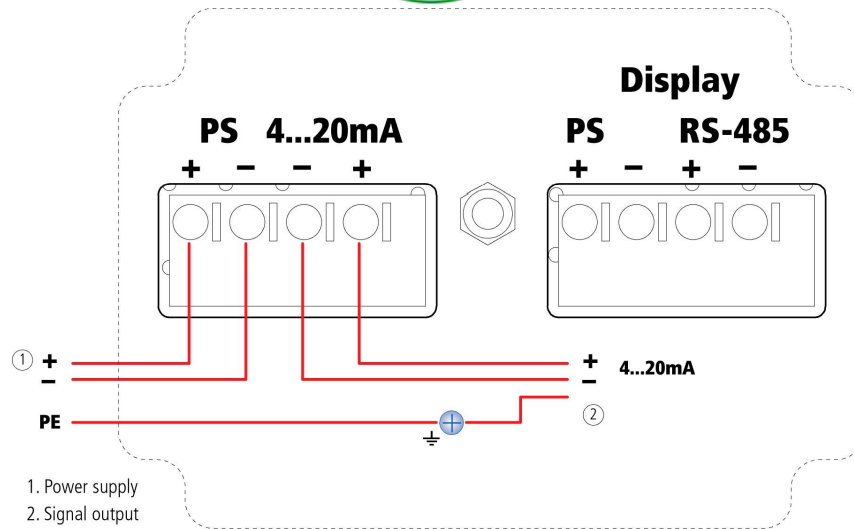

Figura 26. Esquema de conexionado (4-20 mA/Hart, 4 hilos)
5. Introduzca las puntas de los cables en los terminales abiertos de acuerdo con el esquema de conexionado (ver *Figura 26, Esquema de conexionado (4-20 4 hilos)*)